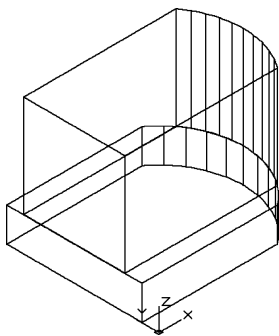
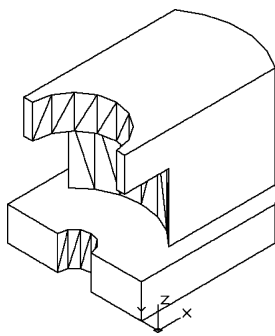

图 13-21 拉伸顶面操作后的实体
图 13-22 差集后的实体
(10) 单击“三维工具”选项卡“实体编辑”面板中的“拉伸面”按钮, 将实体顶面向上拉伸 40, 结果如图 13-21 所示。
(11) 单击“三维工具”选项卡“建模”面板中的“圆柱体”按钮, 以实体底面左边中点为圆心, 创建半径为 $R10$, 高 20 的圆柱体。同理, 以 $R10$ 圆柱体顶面圆心为中心点继续创建半径为 $R40$, 高 40 及半径为 $R25$, 高 60 的圆柱体。
(12) 单击“三维工具”选项卡“实体编辑”面板中的“并集”按钮, 将两个实体进行并集运算。
(13) 单击“三维工具”选项卡“实体编辑”面板中的“差集”按钮, 将实体与 3 个圆柱体进行差集运算, 结果如图 13-22 所示。